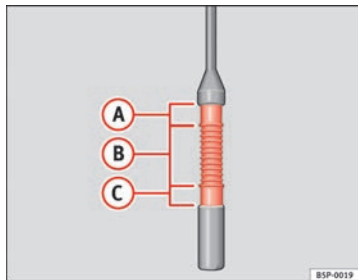

Abb. 164 Ölmesstab
- Den Messstab anschließend wieder herausziehen und den Ölstand ablesen ⇒ Abb. 164. Füllen Sie gegebenenfalls Motoröl nach.